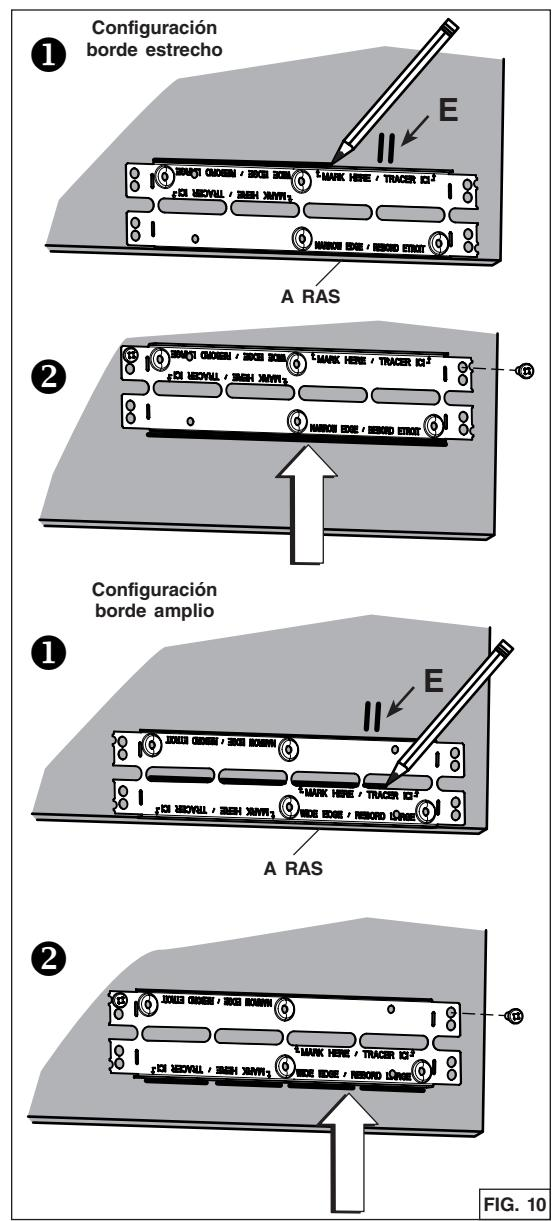

FIG. 10
5. Localizar los ganchos Ease of Install en la unidad (distancia determinada a partir del borde delantero, FIG. 9). Insertar temporalmente la unidad en el gabinete y a la vez que mantiene la unidad, marcar la ubicación de los ganchos Ease of Install (correspondiente a **E** en FIG. 10 en la página siguiente) en ambos lados del gabinete. Retirar la unidad.
6. Instale los soportes de gabinete como sigue (FIG. 10):
- ① Coloque el soporte a ras con la parte inferior del panel derecho del gabinete, centrando la marca de la ubicación de los ganchos (**E**) entre los orificios inferiores en relieve. Para la configuración del borde estrecho, trace una línea encima del soporte. Para la configuración del borde amplio, race una línea a la base de las ranuras centrales.
- ② Instale el soporte a ras con la línea trazada. Sujete el soporte al panel de lado del gabinete usando 2 tornillos para madera n.º 8 x 5/8 pulg. (incluidos en la bolsa de piezas) en los orificios superiores.
- ③ Repetir los pasos ① y ② para el panel izquierdo.